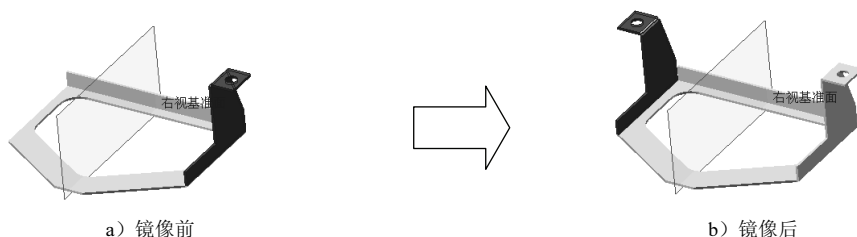

图 2.17 镜像
Step8. 创建图 2.17 所示的镜像。选择下拉菜单 **插入(I)** → **阵列/镜向(E)** → **镜向(M)...** 命令；选取右视基准面作为镜像基准面；选择边线-法兰 2、边线-法兰 3、切除-拉伸 2 作为镜像的对象；单击 按钮，完成镜像 1 的创建。